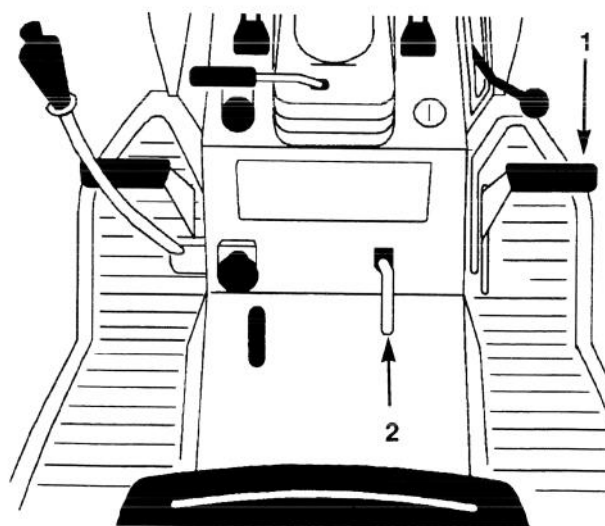

Figure 2
1. Appuyer sur la pédale d'embrayage/frein (Fig. 2) et la garder enfoncée.
2. Tirer sur le levier du frein de stationnement (Fig. 2) tout en relâchant peu à peu la pédale d'embrayage/frein. Celle-ci devrait rester enfoncée (bloquée).
1. Appuyer sur la pédale d'embrayage/frein (Fig. 2). Le levier du frein de stationnement devrait se débloquer.